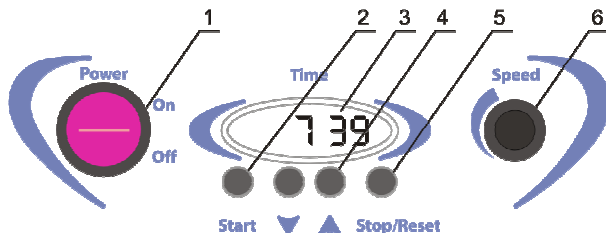

Fig.1 Pannello di controllo
- 4.3. Accendere l'interruttore di alimentazione Power portandolo in posizione On (Fig.1/1) (il display con il timer, Fig.1/3, si accenderà).
- 4.4. Impostare il tempo di funzionamento utilizzando i tasti ▲ e ▼ (Fig.1/4). Il tempo impostato verrà visualizzato in ore e minuti (hh:mm) sull'indicatore del timer.
- 4.5. Premere il tasto **Start** (Fig. 1/2). La piattaforma comincerà a effettuare il movimento di agitazione e il timer avvierà il conteggio dell'intervallo di tempo impostato. Il display con il timer mostra il tempo trascorso effettivo: fino a 1 ora - in minuti e secondi (mm:ss), dopo 1 ora - in ore e minuti (hh:mm).
- 4.6. Utilizzando la manopola Speed (Fig 1/6), impostare la velocità di agitazione seguendo le procedure consigliate.
- 4.9. Se necessario, è possibile interrompere l'unità prima che il tempo impostato sia trascorso completamente, premendo il tasto **Stop** (Fig. 1/5). Per i primi 20 secondi, l'indicatore di tempo segnerà il tempo di funzionamento dell'agitatore, quindi segnerà il tempo impostato.